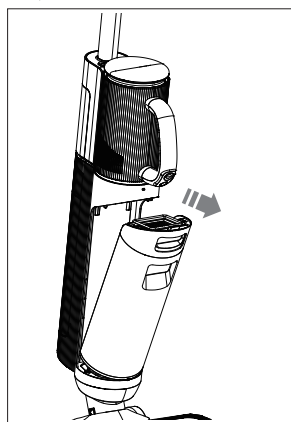

Fig. 9 – Retirer le réservoir d'eau
- ▶ Saisissez la poignée encastrée du réservoir d'eau sale (7) et appuyez sur le bouton de déverrouillage du réservoir d'eau sale (6) vers le bas.
- ▶ Retirez le réservoir d'eau sale du corps de l'appareil (**voir Fig. 9**).